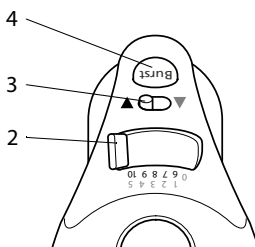

Figura 6
O Botão Seletor para Ligar/ Selecionar Velocidades da Batedeira (figura 6, item 2) é usado para:
Para selecionar as velocidades de 1 a 5 no Botão para Selecionar Velocidades (figura 6, item 2), o Botão Seletor de Velocidades Altas e Baixas (figura 6, item 3) deve estar na posição de velocidades baixas ▲. Para selecionar as velocidades de 6 a 10, o Botão Seletor de Velocidades Altas e Baixas (figura 6, item 3) deve estar na posição de velocidades altas ▼.
Para cada velocidade selecionada, o Acelerador de Potência - Burst of Power® Feature (figura 6, item 4) pode ser pressionado de forma contínua enquanto a batedeira estiver funcionando para atingir a potência máxima de cada velocidade.